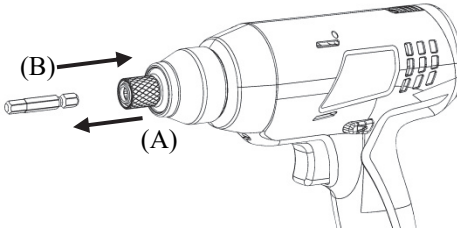

Fig. 4
1. Tirez sur le manchon comme indiqué sur la Fig.4 (A)
2. Insérez le foret dans la tige hexagonale comme indiqué sur la Fig.4 (B), relâchez le manchon pour fixer le foret.